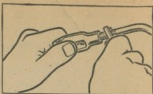

Рис. 106. Регулировка длины тяги стояночного тормоза
3. Вращая регулировочную вилку (рис. 106), выбрать все зазоры в приводе с тем, чтобы рычаг привода касался корпуса шариков разжимного механизма стояночного тормоза.